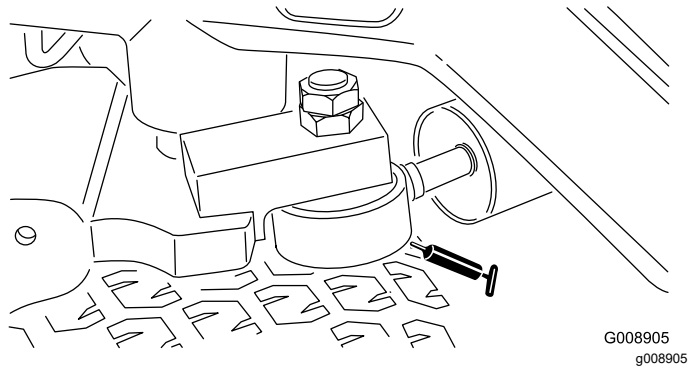

Figura 48
**Nota:** All'occorrenza potete montare un ingrassatore addizionale dall'altro lato del cilindro dello sterzo. Togliete il pneumatico, montate l'ingrassatore, lubrificatelo, togliete l'ingrassatore e montate il tappo (Figura 48).